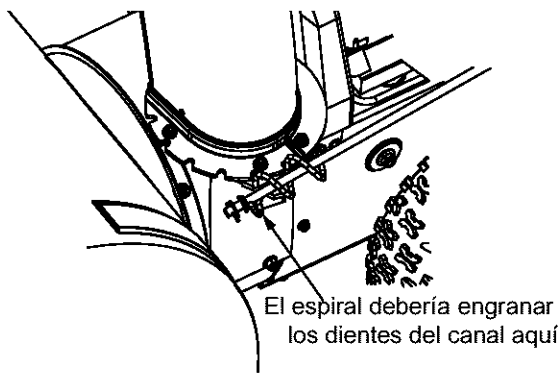

Figura 3
**NOTA:** Asegúrese de que el espiral del control direccional del canal engrane por completo los dientes del montaje del canal. Ver la Figura 3.